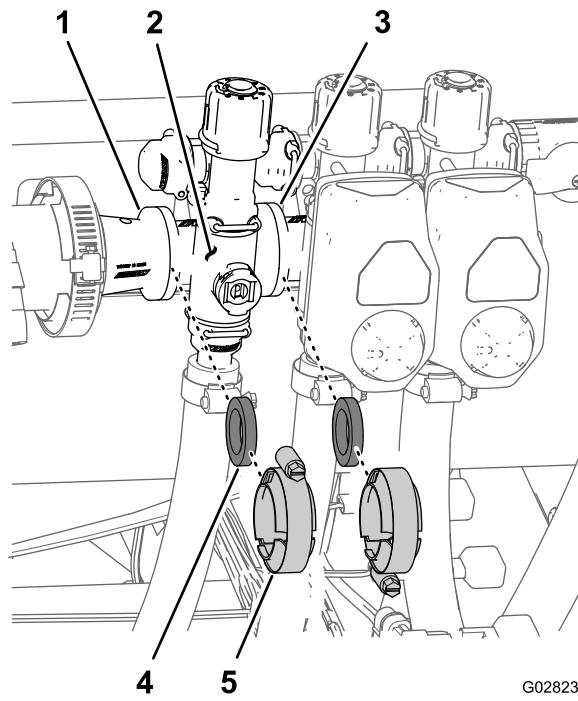

Figure 116
1. Déposez les colliers et les joints qui fixent le collecteur de la vanne de section (Figure 116) à la vanne de section adjacente (s'il s'agit de la vanne de section gauche, et accouplement réducteur).